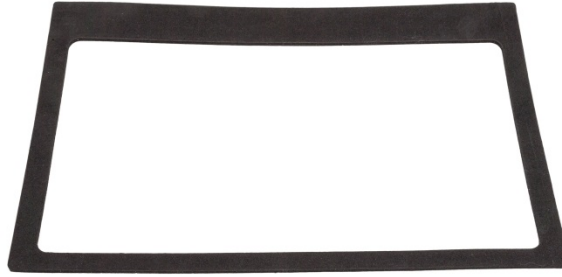

Figura 2-9: Junta del panel frontal
3. Encuentre la junta de montaje del panel frontal (Figura 2-9) incluido con el terminal y retire el papel protector para exponer el adhesivo. Adhiera la junta en la parte posterior del panel frontal del terminal y compruebe que la junta quede plana y espaciada uniformemente en todos los lados.